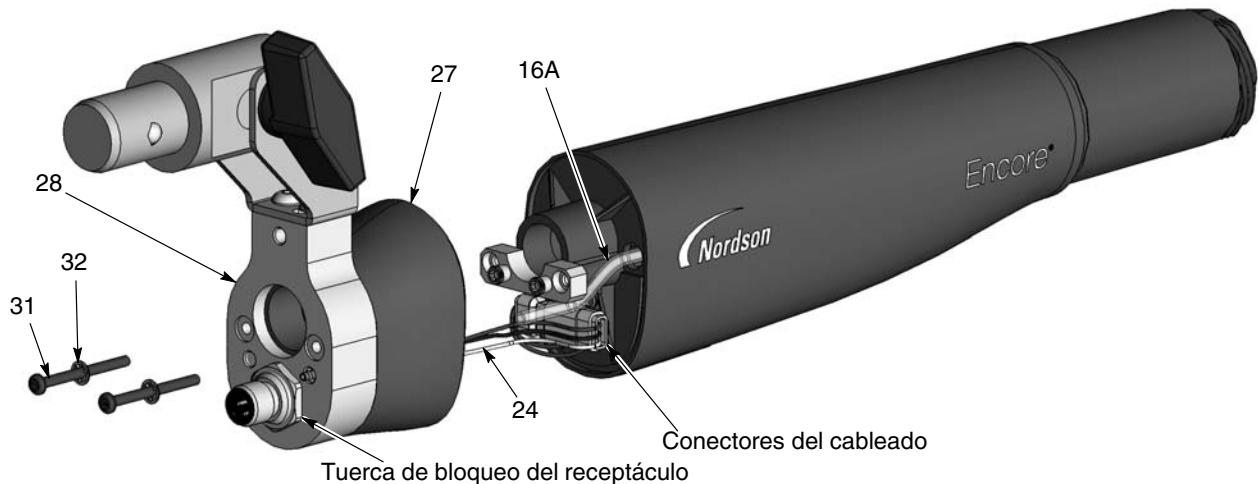

Figura 14 Desmontaje de la pistola - Sustitución del tubo de polvo
3. Ver la figura 14. Desatornillar y retirar los dos tornillos phillips (31) y las arandelas de bloqueo con dentado interior (32) de la tapa final (28).
- c. Ver la figura 14. Desenroscar la tuerca de bloqueo del receptáculo y posteriormente extraer el receptáculo y el cableado de la tapa final.
17. Ver la figura 14. Instalar la tapa final y el conjunto del cuerpo de la pistola posterior, asegurándose de no aplastar los cables.